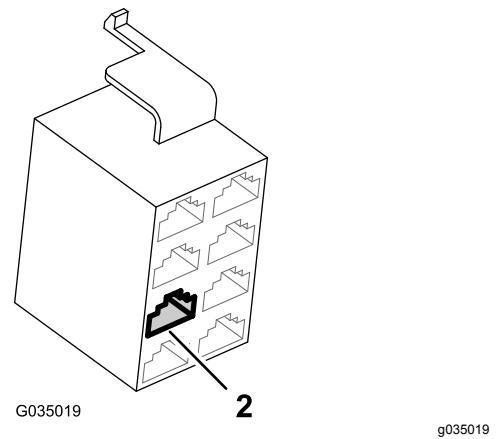

Figura 116
2. Posizionate il connettore a 8 prese in modo da poter vedere il retro del connettore e con il fermo verso l'alto (Figura 116).
3. Inserite il terminale all'estremità della diramazione da 81 cm del cablaggio preassemblato posteriore nella posizione terminale n. 4 del connettore a 8 prese (Figura 116).